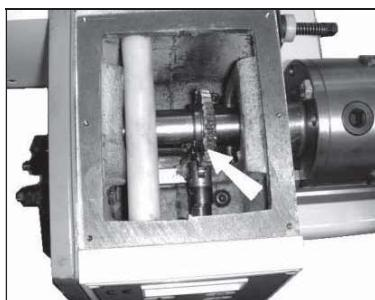

Fig 21
- 12... Graisser légèrement les roues dentées du corps de poupée fixe (Fig 21)